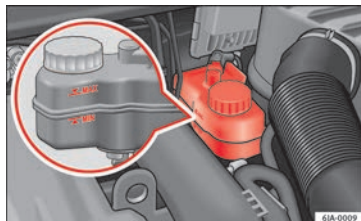

Abb. 208 Motorraum: Bremsflüssigkeitsbehälter
- Prüfen Sie den Bremsflüssigkeitsstand am Behälter  **Abb. 208**. Der Stand muss zwischen den Markierungen „MIN“ und „MAX“ liegen.